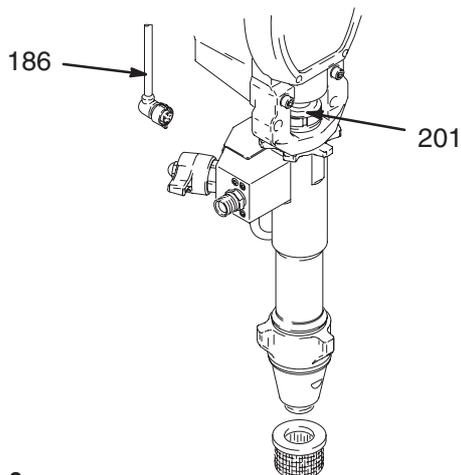
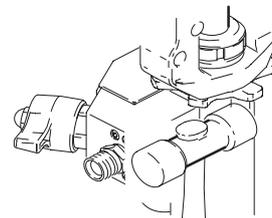

Abb. 9
Abb. 13
1. Pumpe spülen. Druck entlasten. Abb. 9. Pumpe so anhalten, daß die Kolbenstange (201) an der tiefsten Stelle stehenbleibt.
2. Abb. 9. Sensorkabel (186) abziehen.
Abb. 13. Gegenmutter bis zum Anschlag auf die Pumpe schrauben. Pumpe in das Lagergehäuse schrauben, bis sie durch die Gegenmutter gestoppt wird. Pumpe und Gegenmutter zurückdrehen, um den Pumpenauslaß mit der Öffnung in der Abdeckung (134) auszurichten. Gegenmutter mit der Hand anziehen, dann $1/8$ Drehung mit einem Plastikhammer auf etwa 75 ± 102 Nm festklopfen. Abb. 9. Sensorkabel (186) anschließen.